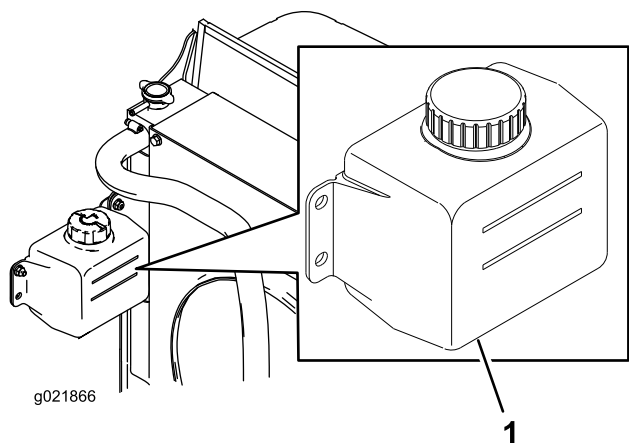

Рисунок 85
1. Проверьте уровень охлаждающей жидкости в расширительном бачке (Рисунок 85).